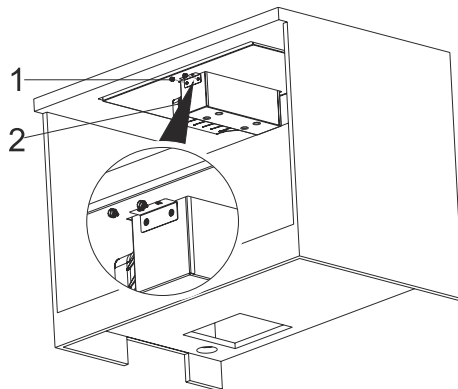

Fig. 16
6. ➤ Fäst nu behållaren med de medföljande fingerskruvarna (Fig. 16).